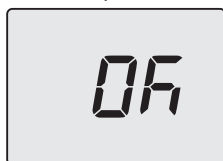

Figura 5.29
- Premendo il tasto 14 (Figura 5.23) si ottiene la conferma del valore inserito. Il display visualizzerà per 5 sec. quanto segue (Figura 5.29) poi, si porterà al livello superiore.